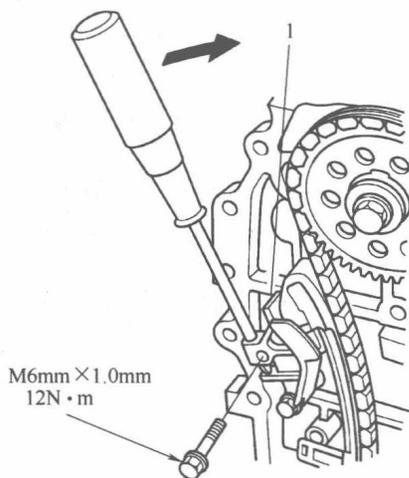

图 1-1-16
(8) 在凸轮轴链条张紧器滑块 1 的滑动表面上涂抹新的发动机机油，如图 1-1-16 所示。
(9) 顺时针转动凸轮轴链条张紧器滑块以压紧凸轮轴链条张紧器，安装剩余的螺
(10) 检查链条箱油封是否损坏。如果油封损坏，则更换。
(11) 将所有旧的密封胶从链条箱接合面、螺栓和螺栓孔上清除。
(12) 清洁并风干链条箱接合面。